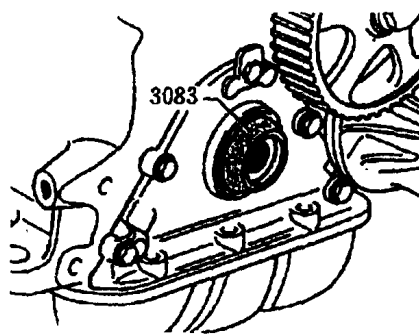
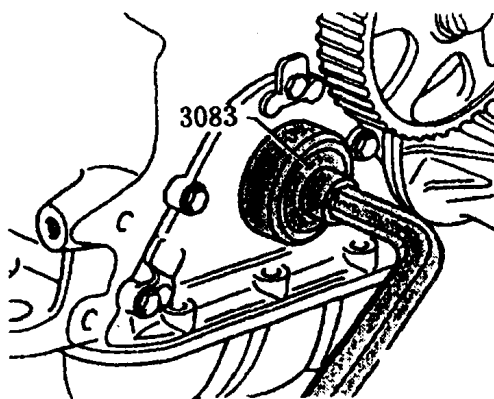

图 1-33
图 1-34
(2) 安装: 在油封密封唇轻涂机油, 将导向套筒 3083 装到曲轴主轴颈上 (如图 1-33 所示), 将油封滑到导向套筒上, 用 3083 的压入套筒将油封压到头 (如图 1-34 所示)。